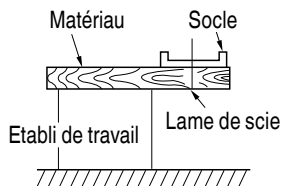

Fig. 11
6. Préparer un établi de travail en bois (Fig. 11)